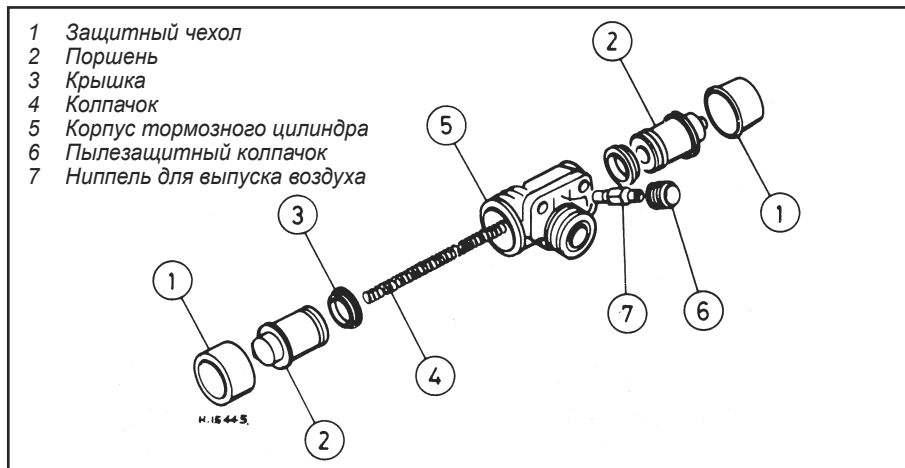

Рис. 7.5. Детали заднего колесного цилиндра (типичные)
- 5 Снимите пылезащитные колпачки, затем извлеките поршни, сохранив их для идентификации. При необходимости, выдавите их воздухом от ножного насоса, подавая его через входное отверстие для жидкости (см. рис. 7.5).